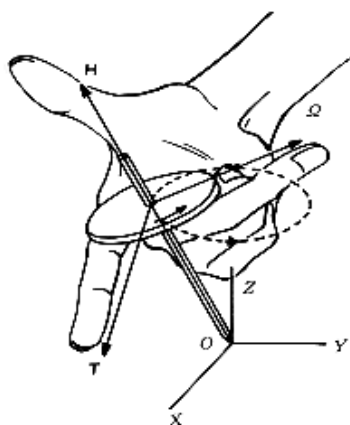

図7 プリセッション
(42)式がコマの運動を説明するときの鍵となる。トルク $\mathbf{T}$ は $\mathbf{H}$ と Ω とに直角となり、 Ω は $\mathbf{H}$ と $\mathbf{T}$ とに直角となる。つまり、定常的に高速回転しているコマに、その角運動量 $\mathbf{H}$ に直角にトルク $\mathbf{T}$ を作用させるとき、コマの回転軸($\mathbf{H}$ の方向)は $\mathbf{T}$ の方向に一致するように回転する。これを**プリセッション**(precession)とよんでいる。(図7参照)